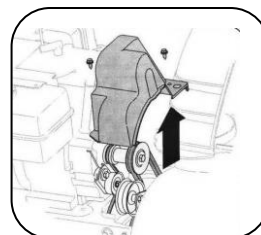

Figura 14
1. Remova a tampa da correia na parte frontal do motor, removendo os dois parafusos auto-roscentes. Ver figura 14.